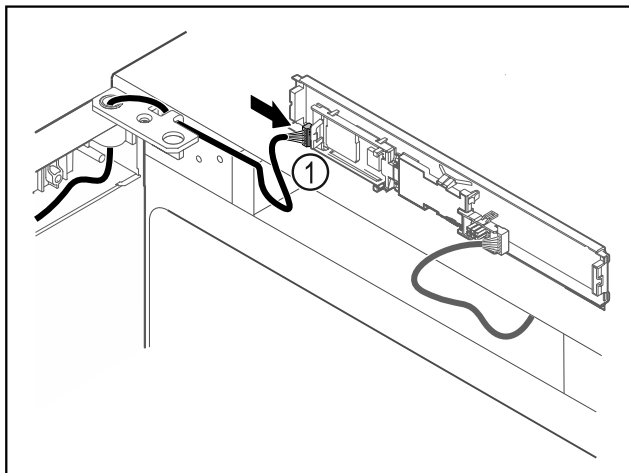

Fig. 60
- Collegare il connettore Fig. 60 (1) sulla scheda.